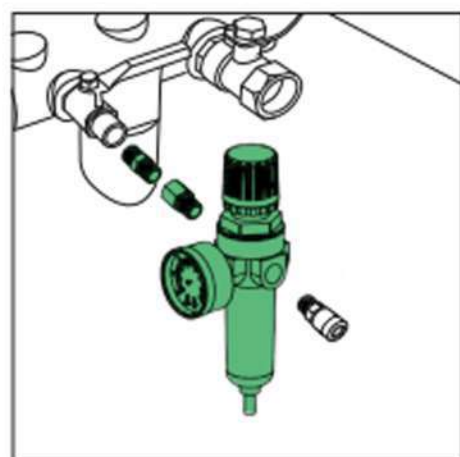

Рис. 15
- На моделях 2-1450X3F100-220 / 2-1450X3F100-380 / 2-1450X4F120-220 / 2-1450X4F120-380 підключіть осушувач до компресора через вихід ¼ дюйма (Рис. 15).